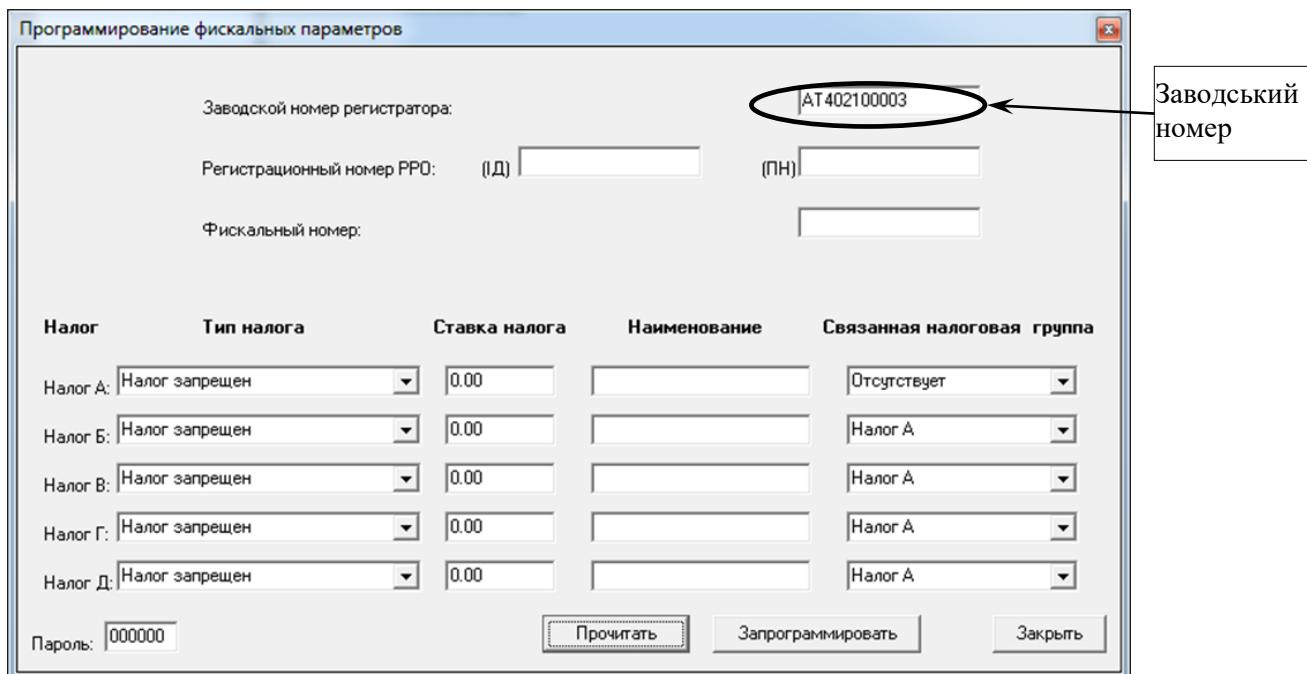

Рисунок 20
5.6 У вікні «Программирование фискальных параметров» з'явиться заводський номер реєстратора (рисунок 20).